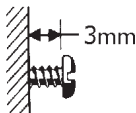

Abbildung 2
- Fixieren Sie die mitgelieferte 32mm Schraube in der Wand, wobei der Schraubenkopf 3 mm (1/8") aus der Wand herausragt. (Abbildung 2).